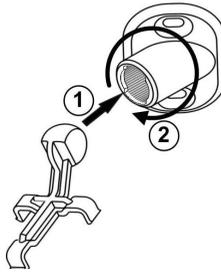

Рисунок 2.6 – Схема соединения кронштейна и держателя
8. Соедините части кронштейна и поверните основание сигнализатора в нужное положение (см. рисунок 2.6).